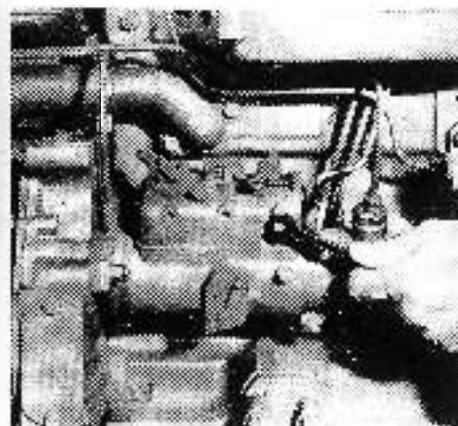
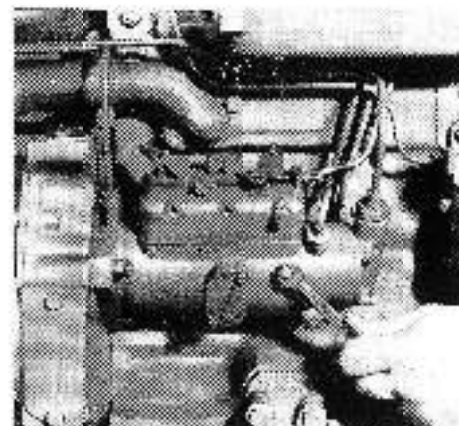
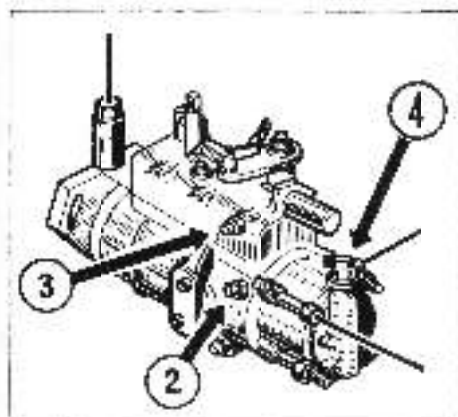
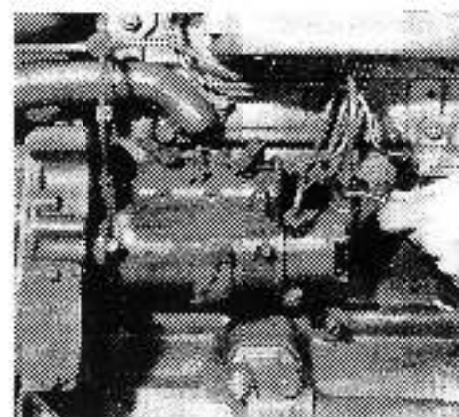

Fig. 27
Fig. 28
Fig. 29
Fig. 30
Purge du circuit de combustible (fig. 27 à 30).
- Desserrer la vis de purge (3, fig. 29) situés à la partie supérieure de la pompe d'injection (fig. 27).
- Desserrer la vis de purge (2, fig. 29) situés sur la tête hydraulique de la pompe d'injection (fig. 28).
- 2 — vis de purge sur tête hydraulique (fig. 28).
- 3 — vis de purge sur couvercle régulateur (fig. 27).
- Desserrer le raccord (4, fig. 29) à l'orifice d'entrée de la pompe d'injection puis actionner le levier de la pompe d'alimentation. Resserrer le raccord (fig. 30) dès que ce point est purgé.